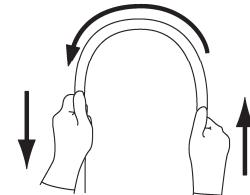

図2
- 挿入部を両手で持ち、全長にわたって図2に示すように順次半円の頂点をすらすように曲げたときに、適切な軟らかさを有しており、軟らかさが不連続になっているなどの異常がないこと。